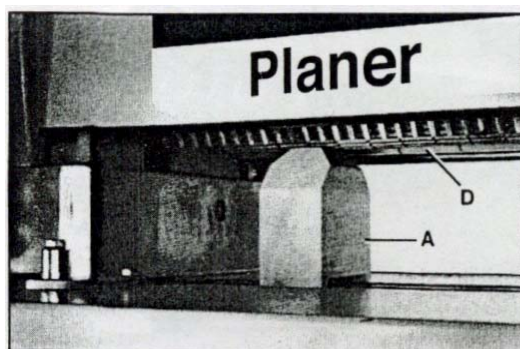

Fig. 47
4. Установить калибровочный блок А, рис. 47 прямо под входным валком D. Нижняя плоскость входного валка D должна при этом коснуться калибровочного блока.